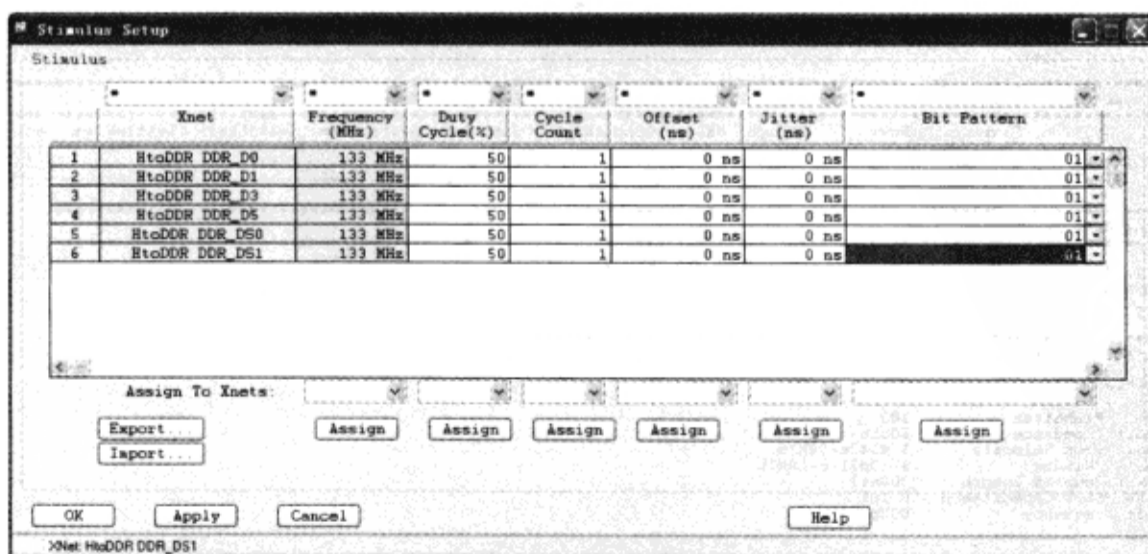

图 5-3-15 更改激励频率
(5) 将“Stimulus Setup”对话框“Frequency”栏中的频率都设置为 133MHz，如图 5-3-15 所示。